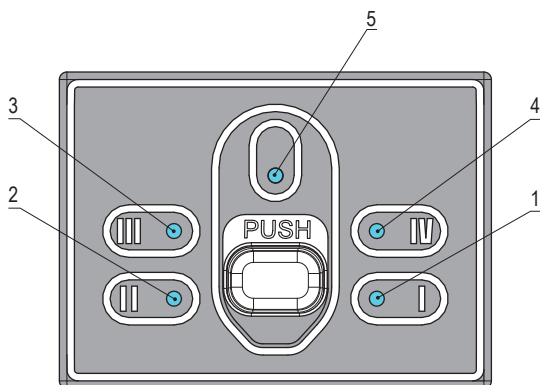

Рис. 15
Световая индикация для каждого из блоков фильтрации индивидуальна (рис. 15): модулям K5 и K2 блока предфильтрации соответствуют индикаторы 1 и 2, блоку обратноосмотической мембраны – индикатор 3, блоку кондиционирования – индикатор 4.
**Световой индикатор 5** (см. рис. 15) начнет мигать в случае возникновения неисправности, в остальное время он горит непрерывно, что свидетельствует о подключении DWM к сети электропитания.